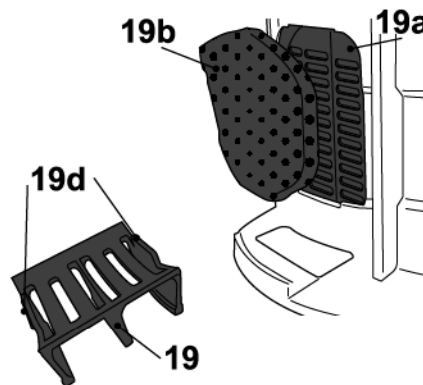

Fig. 22
- > Limpie los conductos de ventilación (19a) con un paño y un cepillo (Fig. 22).
- > Vuelva a colocar el filtro de aire (19b) y la cubierta del filtro de aire (19). Asegúrese de que los pasadores (19d) vuelvan a encajar en su posición.